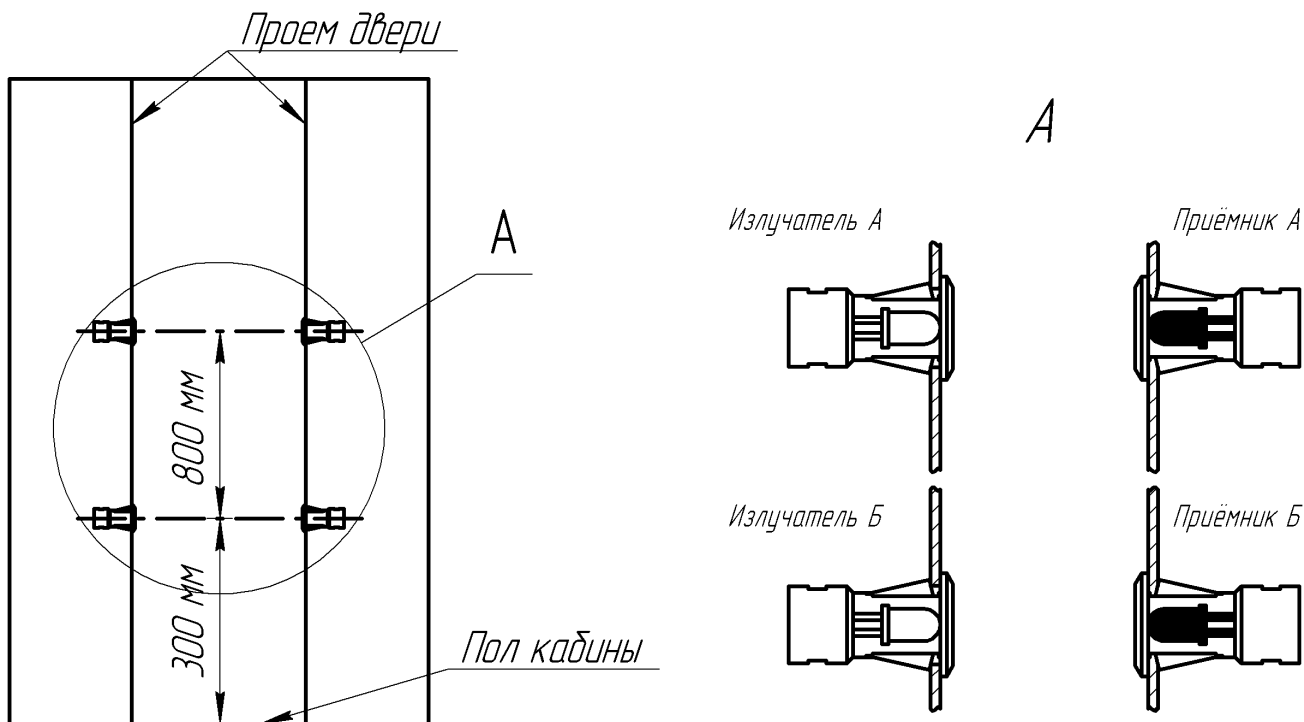

Рис.4. Установка ИК приемника и ИК излучателя в дверном проеме кабины лифта
5.1.2 Установка приемников и излучателей в дверном проеме кабины лифта, рис.4.
Сделать четыре отверстия $\varnothing 12,2$ мм как показано на рис.4 (расстояния между отверстиями рекомендуемые). Вставить приемники и излучатели в отверстия на торцах дверного проема (соблюдая рекомендации п.4.4!!!) до упора (защелки должны издать характерный щелчок). Не прилагать больших усилий во избежание поломки защелок и корпуса приемника или излучателя.